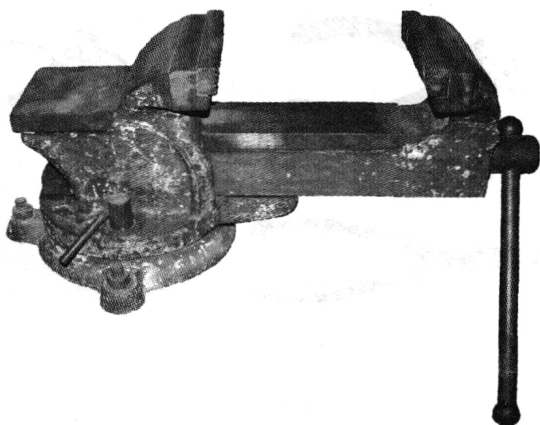

图 1-10 拆卸活动钳身
1) 逆时针转动 手柄 12, 拆下 活动钳身 10, 如图 1-10 所示。
[注意] 当活动钳身移至图 1-10 所示位置时,需用手托住其底部,以防止活动钳身突然掉落,造成其损坏或砸伤操作者。